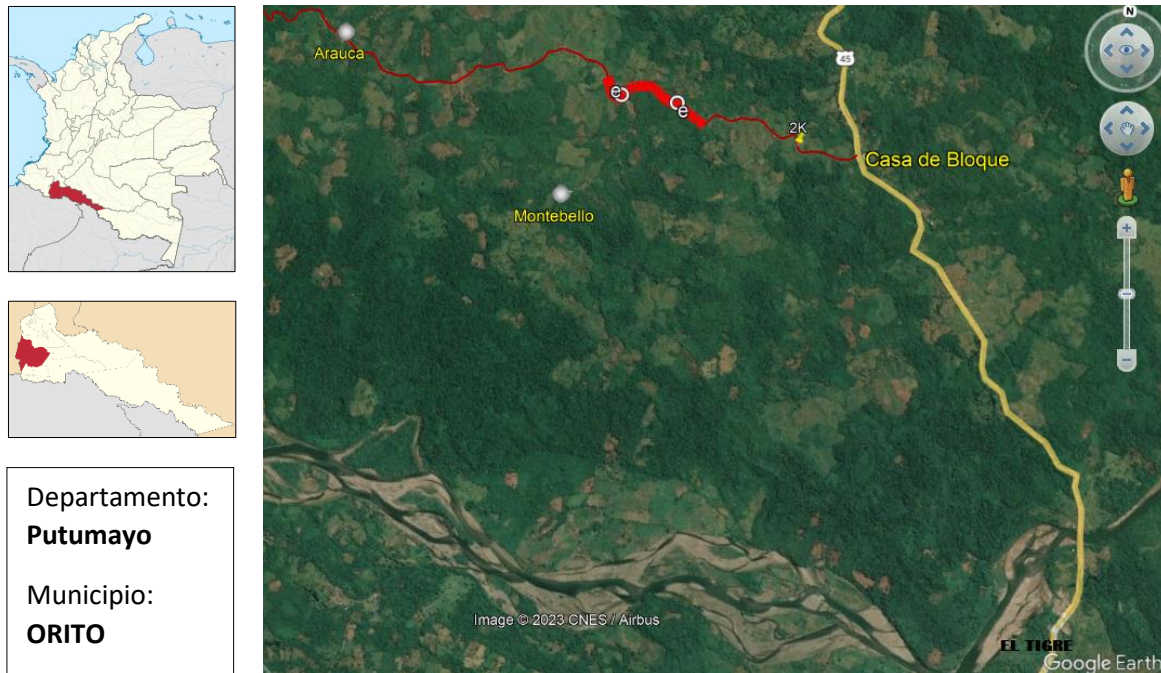

Figura 1: Localización de los tramos de intervención municipio de Orito. Fuente: Elaboración propia a partir de Google Earth.
**AFT1** en el sector denominado Casa de Bloque, tal como se puede observar en la Figura 1. Localización del tramo.